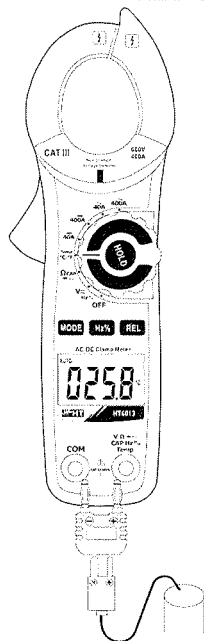

Fig. 8 : Utilisation de la pince pour mesure de température
3. Insérer la sonde à fil de type K de dotation dans les bornes d'entrée **VΩ→←)CAPHz%Temp** et **COM** par l'adaptateur correspondant, en respectant la polarité montrée en Fig. 8. La valeur de température apparaît à l'écran.